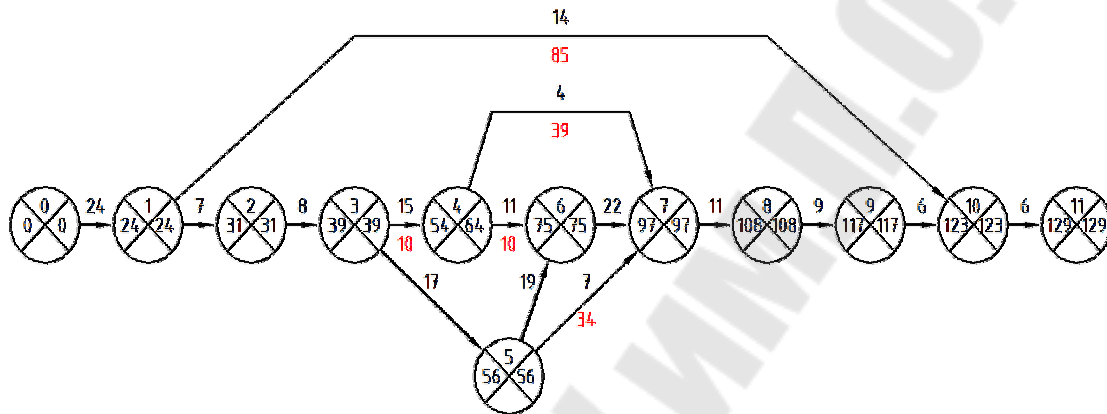

Рисунок 6.2 – Сетевой график
**Задача 5.** Оптимизировать сетевой график (рисунок 6.2) путем перераспределения средств, т.е. переброски сил и средств с одной работы на другую с целью повышения эффективности использования рабочей силы.